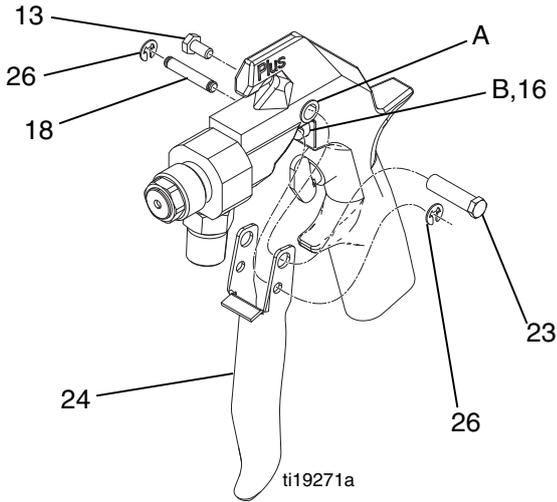

FIG. 17
7. Coloque el mecanismo de disparo (24) en el cuerpo de la pistola. Inserte el pasador pivotante (23) en el orificio superior (A) y asegúrelo con el tornillo (13) en el otro lado. Asegúrese de que haya un clip en forma de e (26) en un extremo del pasador del disparador (18). Introduzca el pasador por los orificios inferiores del disparador y por la ranura (B) de la guía del muelle (16); gire esta para alinearla, si fuera necesario. Instale el otro clip en forma de e (26) en el pasador. Consulte la FIG. 17.